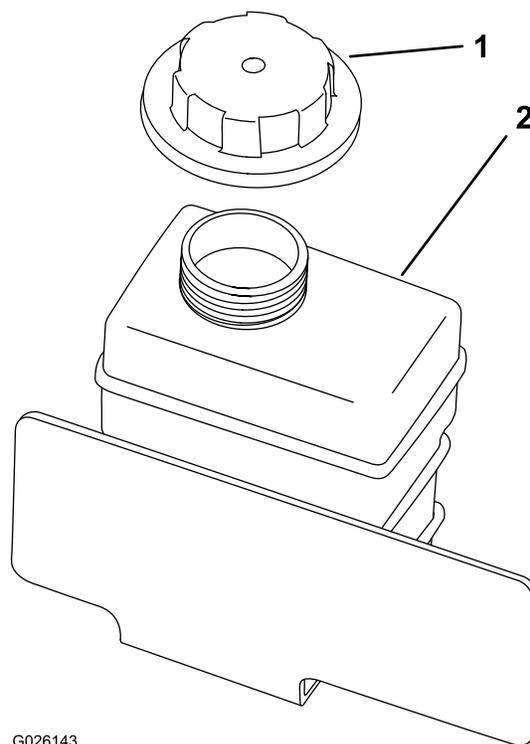

Рисунок 52
4. Проверьте уровень охлаждающей жидкости в расширительном бачке (Рисунок 52).